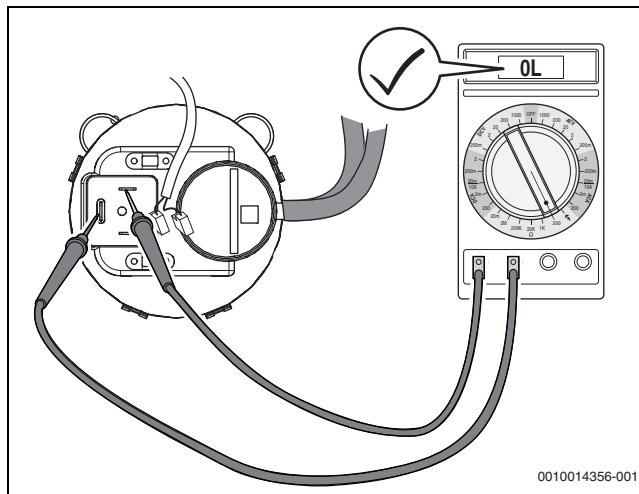
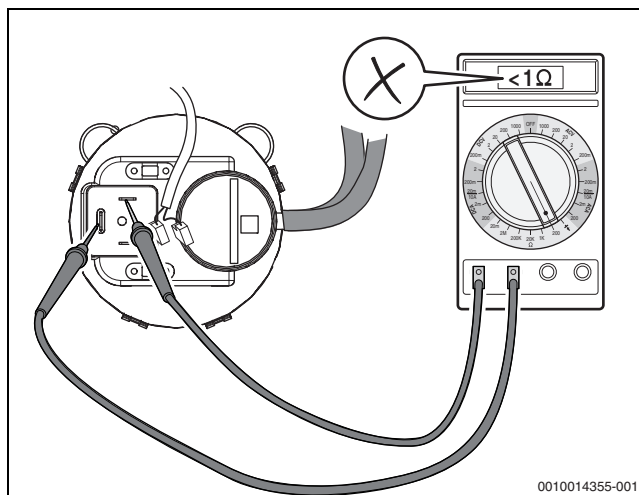

Bild 68 Differenzdruckwächter auf Durchgang prüfen (Differenzdruckwächter in Ordnung)
Bild 69 Elektrischen Widerstand an den Kontakten des Differenzdruckwächters messen (Differenzdruckwächter **nicht** in Ordnung)
- ▶ Elektrische Anschlussleitungen am Differenzdruckwächter abziehen und Widerstand an den Kontakten messen (→Bild 68). Wenn kein Wert oder ein Widerstand $> 1 \text{ Ohm}$ angezeigt wird, ist der Differenzdruckwächter in Ordnung. Wenn der gemessene Wert $< 1 \text{ Ohm}$ beträgt (oder Signalton, je nach Messgerät; →Bild 69), Differenzdruckwächter austauschen.